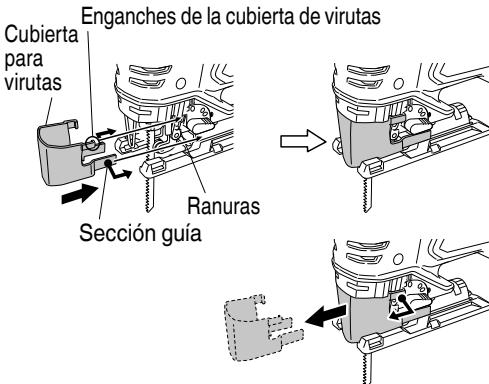

Fig. 17
10. Acoplar y desacoplar la cubierta de virutas (Fig. 17)